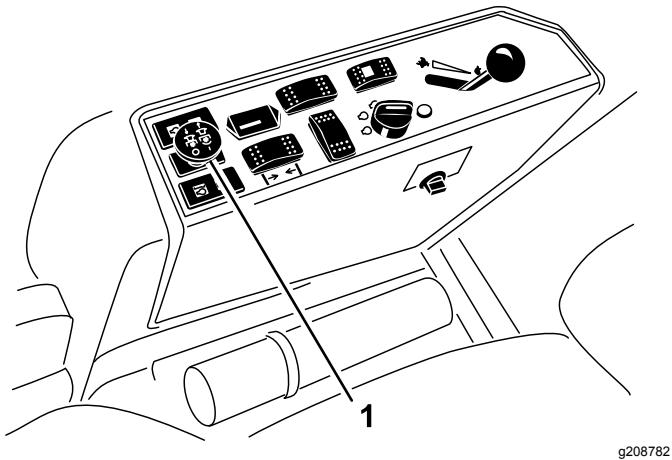

Figura 23
3. Tire hacia arriba del interruptor de la toma de fuerza para engranarla (Figura 23).